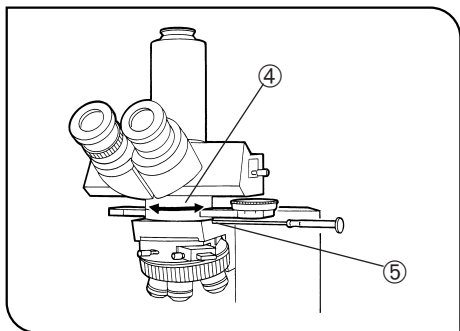

Fig. 20
4. Allentare leggermente la vite di fermo dell'accessorio intermedio ⑤ (Fig. 20).
5. Osservando il campo visivo, girare l'accessorio intermedio per l'osservazione ortoscopica (U-OPA) ④ fino al completo oscuramento. A questo punto, serrare a fondo la vite di fermo dell'accessorio intermedio ⑤ (Fig. 20).